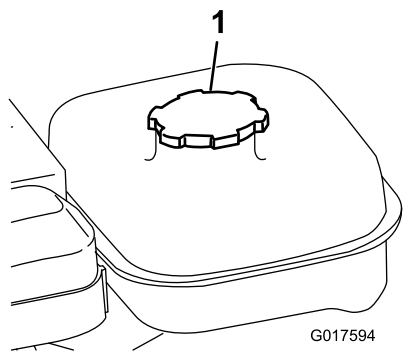

图21
1. 清理燃油箱盖附近的区域，从油箱上取下盖子（图 21）。油箱加油时，油位不得超过滤网的底部。